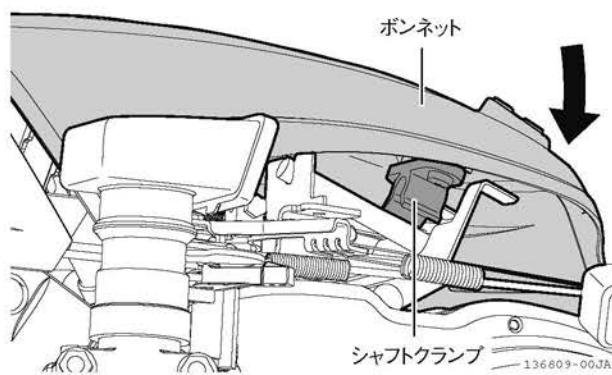

図 4-38 ポンネット
- ポンネットを上から押して、シャフトクランプでロックします。(図 4-38)